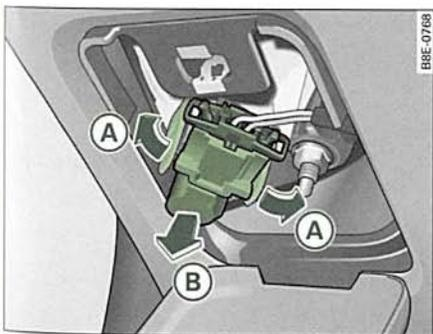

Fig. 265 Desmontar el portalámparas
- Haga presión sobre la lengüeta (A) ⇒ fig. 265 hacia afuera y extraiga el portalámparas tirando en el sentido que indica la flecha (B).